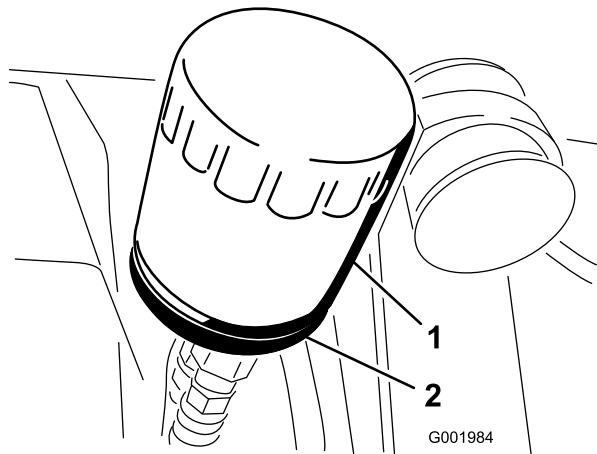

Figura 50
2. Togliete il filtro dell'olio (Figura 50).
5. Montate il nuovo filtro dell'olio sull'adattatore. Girate il filtro in senso orario finché la guarnizione di gomma non tocca l'adattatore, quindi serrate il filtro di un altro mezzo giro (Figura 50).